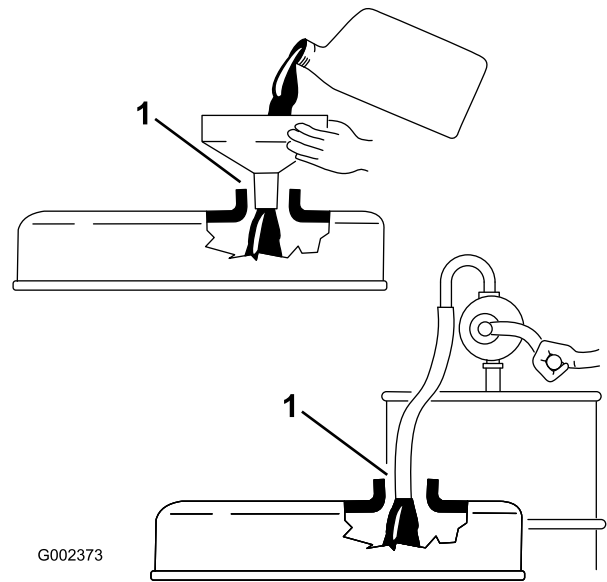

Figura 16
**Importante:** Quando rabboccate l'olio motore o effettuate un riempimento, lasciate uno spazio tra il dispositivo di versamento dell'olio ed il foro di riempimento nel coperchio della valvola, come illustrato nella Figura 16. Questo spazio è necessario per consentire lo sfogo dell'aria durante il riempimento, e così evitare che l'olio entri nello sfianto.